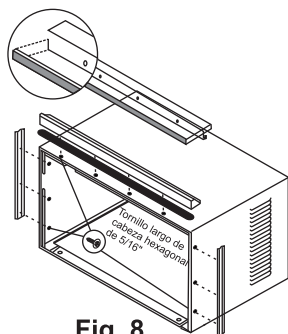

Fig. 8
2. Instale el ángulo superior y los sujetadores laterales en el gabinete como se muestra en la Fig. 8 (10 tornillos).